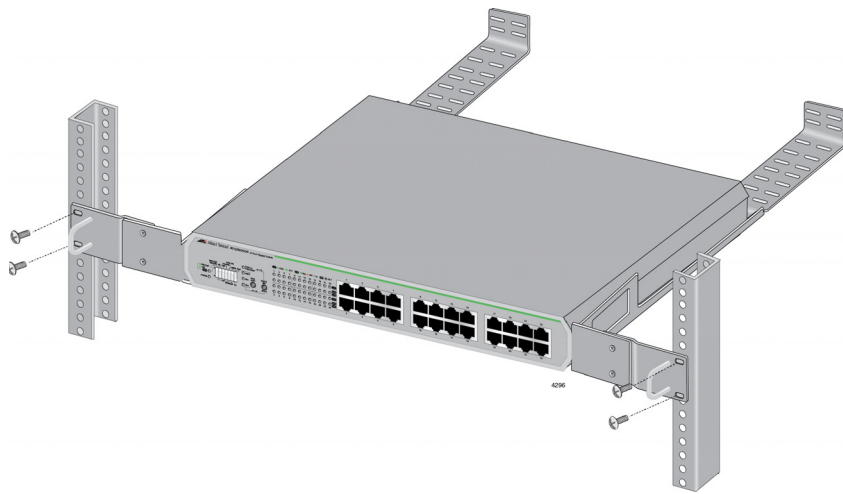

Рисунок 25. Установка коммутатора в стойку для оборудования
8. Установите коммутатор в стандартную 19-дюймовую стойку для оборудования, закрепив его четырьмя винтами, как это показано на рис. 25.